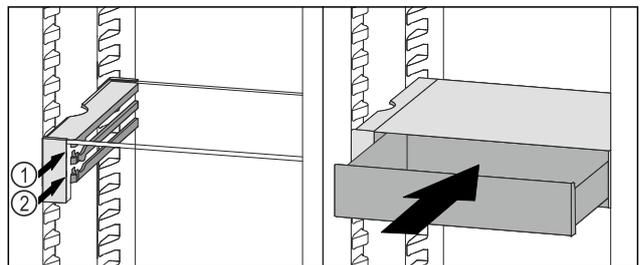

Fig. 127
- ▶ VarioSafe-Schubfach hinter den Stopperrahmen auf gewünschter Rippe Fig. 127 (1) oder Fig. 127 (2) aufsetzen.